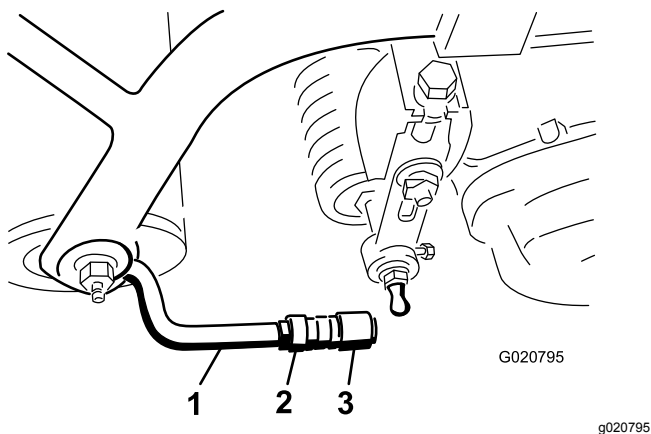

図 9
5. ソケットの開口部とボールスタッドの中心を合わせ、ジャムナットを締めてソケットを固定する 図 9。